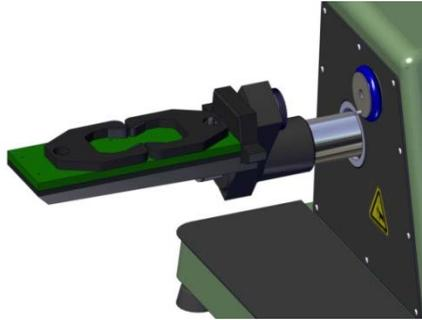

Figure 5.8.2
3. Placez la mâchoire gauche et le pont de traction sur la surface supérieure de la base de l'accessoire (Figure 5.8.2). Glissez délicatement la cheville dans l'orifice situé au centre du support du mors fixe (Figure 7.3, N°11).